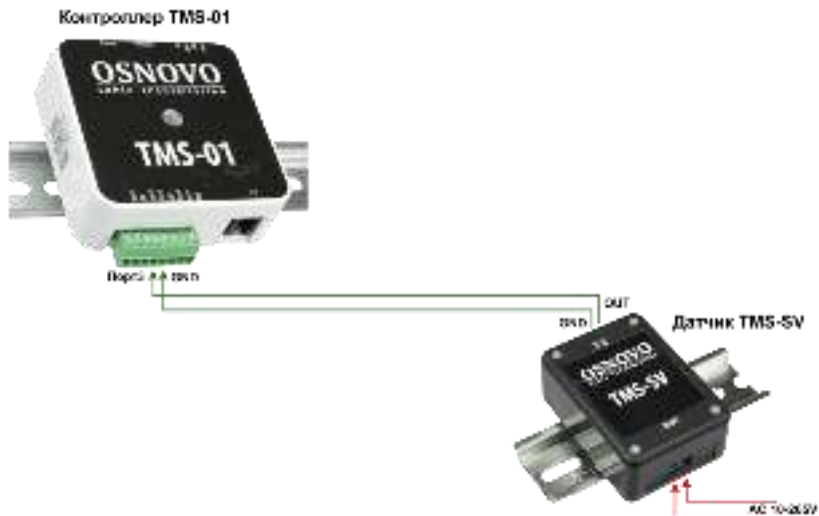

Рис. 7 Подключение датчика измерения напряжения TMS-SV к контроллеру TMS-01*
- TMS-SV – датчик измерения напряжения (рис. 7).